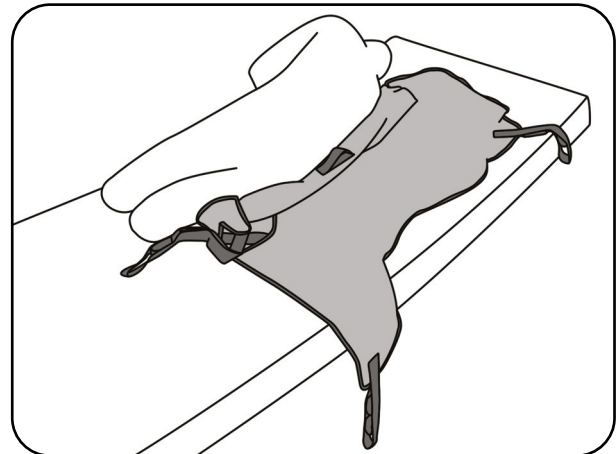

Abb. 8.3.05 - Liftergurt hinter dem Rücken des Patienten positioniert
5. Falten Sie den Liftergurt in der Hälfte zusammen und legen Sie ihn hinter den Rücken des Patienten. Das aks-Logo kennzeichnet das Kopfende. Die Unterkante liegt in Höhe der Kniekehlen des Patienten (Abb. 8.3.05).